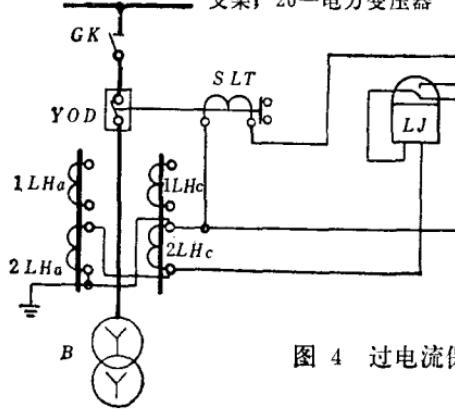

图 4 过电流保护二次接线原理图
(1) 原理图：二次接线原理图是用来表示各个回路（如测量、信号、继电保护和自动装置等）的工作原理和相互作用。在图上不仅表示出二次回路中各元件的连接方式，而且还表示了与一次回路有关的部分。图 4 是变压器过流保护二次接线原理图。